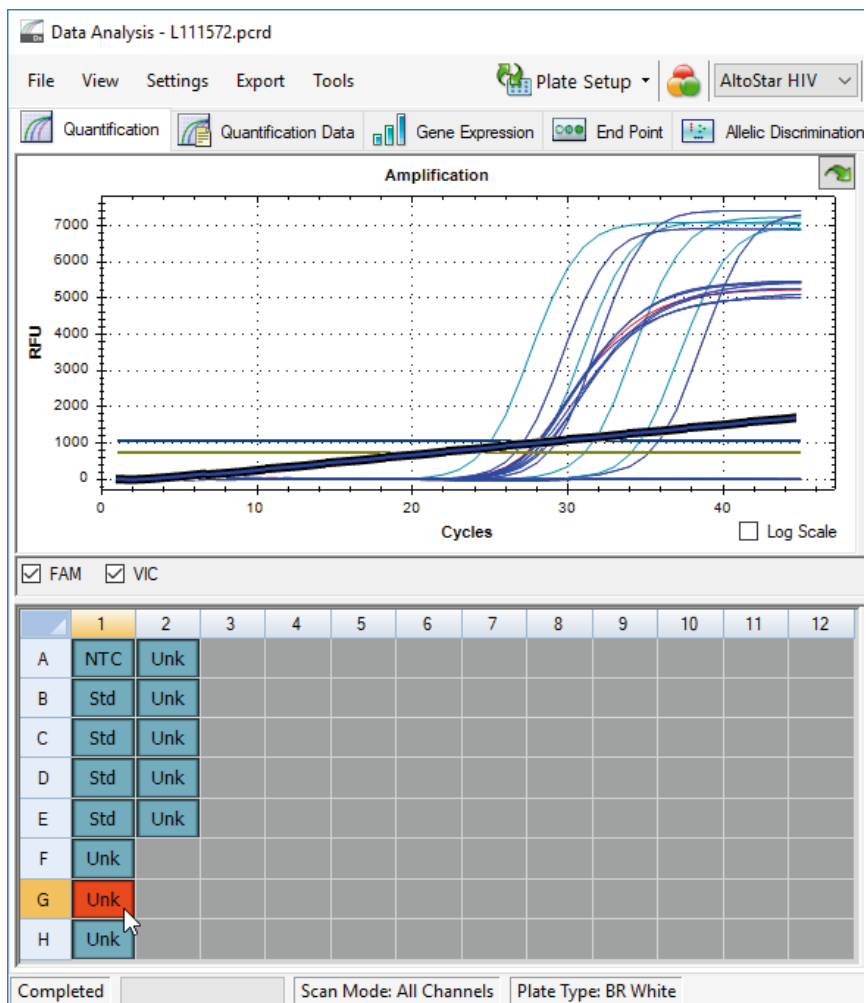

Figura 6: Ventana Data Analysis (análisis de datos): señal de PCR irregular
- Identifique pocillos con señales de PCR irregulares (aumento de señal lineal, picos de señal, etc.) en cualquiera de los canales de detección FAM™ (HIV objetivo) y VIC™ (IC) (consulte la figura 6).